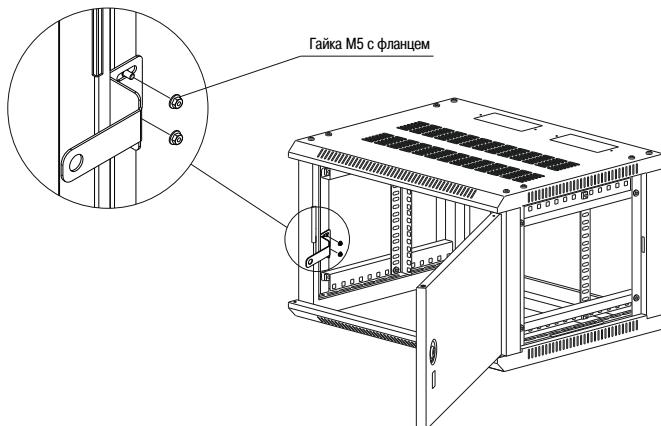

Рисунок 18
4.4.1 После сборки шкафа необходимо совместить посадочные отверстия проушины со шпильками на стойке так, чтобы в закрытом положении двери можно было опломбировать (рисунок 18). Зафиксируйте гайками фланцевыми M5.